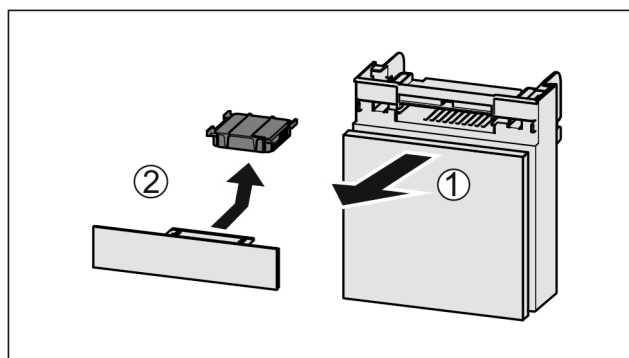

Fig. 59
- Extraire le compartiment par l'avant Fig. 59 (1).
- Sortir le filtre à charbon actif Fig. 59 (2).